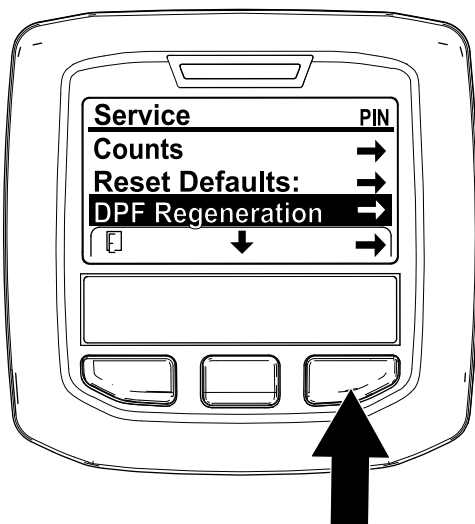

Bild 63
1. Navigieren Sie auf das Menü „Service“ und drücken Sie die mittlere Taste, um auf die Option DPF REGENERATION zu navigieren (Bild 63).
2. Drücken Sie die rechte Taste, um den Eintrag „DPF Regeneration“ auszuwählen (Bild 63).